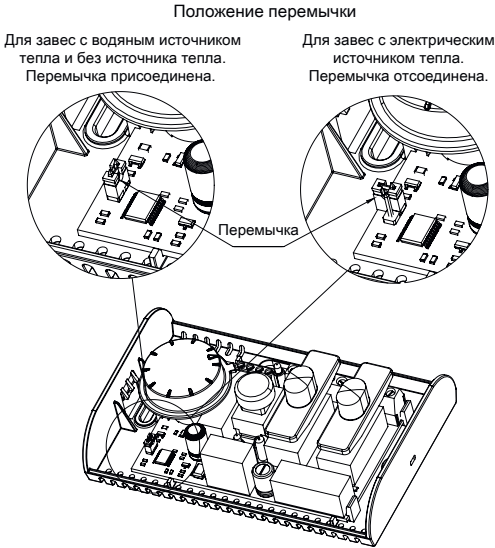

Рисунок 3.
- Установить переключатель в определенное положение (смотреть рисунок 3);